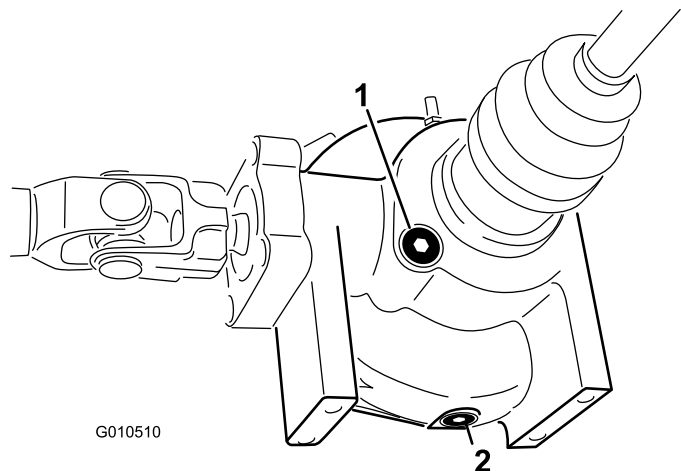

図 22
- デファレンシャルの側面についている補給・点検プラグの周囲をきれいに拭く(図 22)。